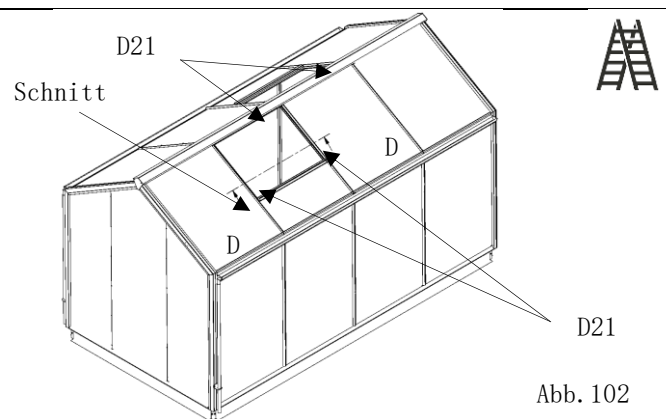

Abb. 102
- die Glasanlagedichtungen (Pos. D21) werden in die Führungsnut (Pos. FN) der Dachsprossen (Pos. 7.5) eingebaut. (Abb. 102)